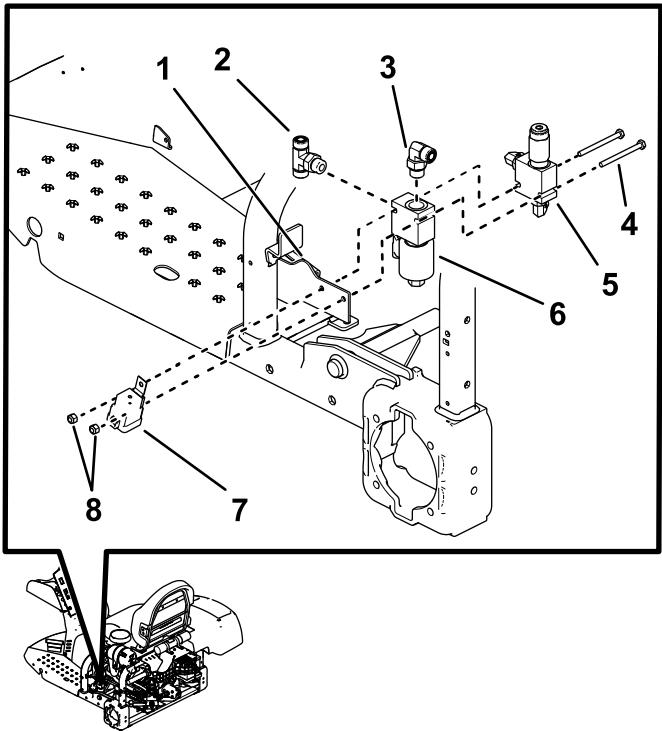

Bild 12
1. Montieren Sie die Anschlussstücke mit den Winkeln, die in den Bildern angegeben sind. Montieren Sie das T-Stück seitlich am neuen Ventil, siehe Bild 12.
2. Montieren Sie ein kleines 90-Grad-Anschlussstück oben am neuen Ventil (Bild 12).
3. Entfernen Sie das vorhandene Ventil von der Ventilhalterung (Bild 12).
5. Befestigen Sie das Ventil mit zwei Schrauben (1/4" x 3") und zwei Muttern (1/4") an der Ventilhalterung, siehe Bild 12.